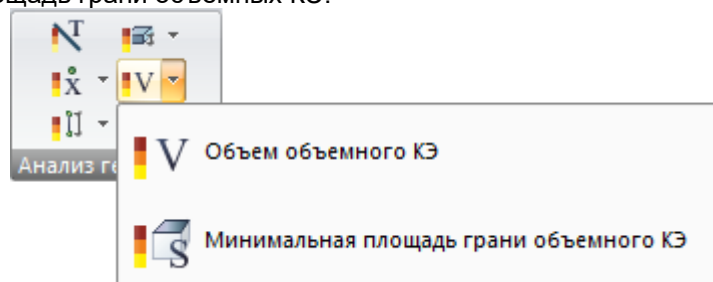

Рис. 62. Раскрывающийся список **Мозаика параметров объемных КЭ**
**Геометрические характеристики объемных КЭ** (рис.62) – раскрывающийся список с заменой. Просмотр мозаик параметров объемных КЭ: